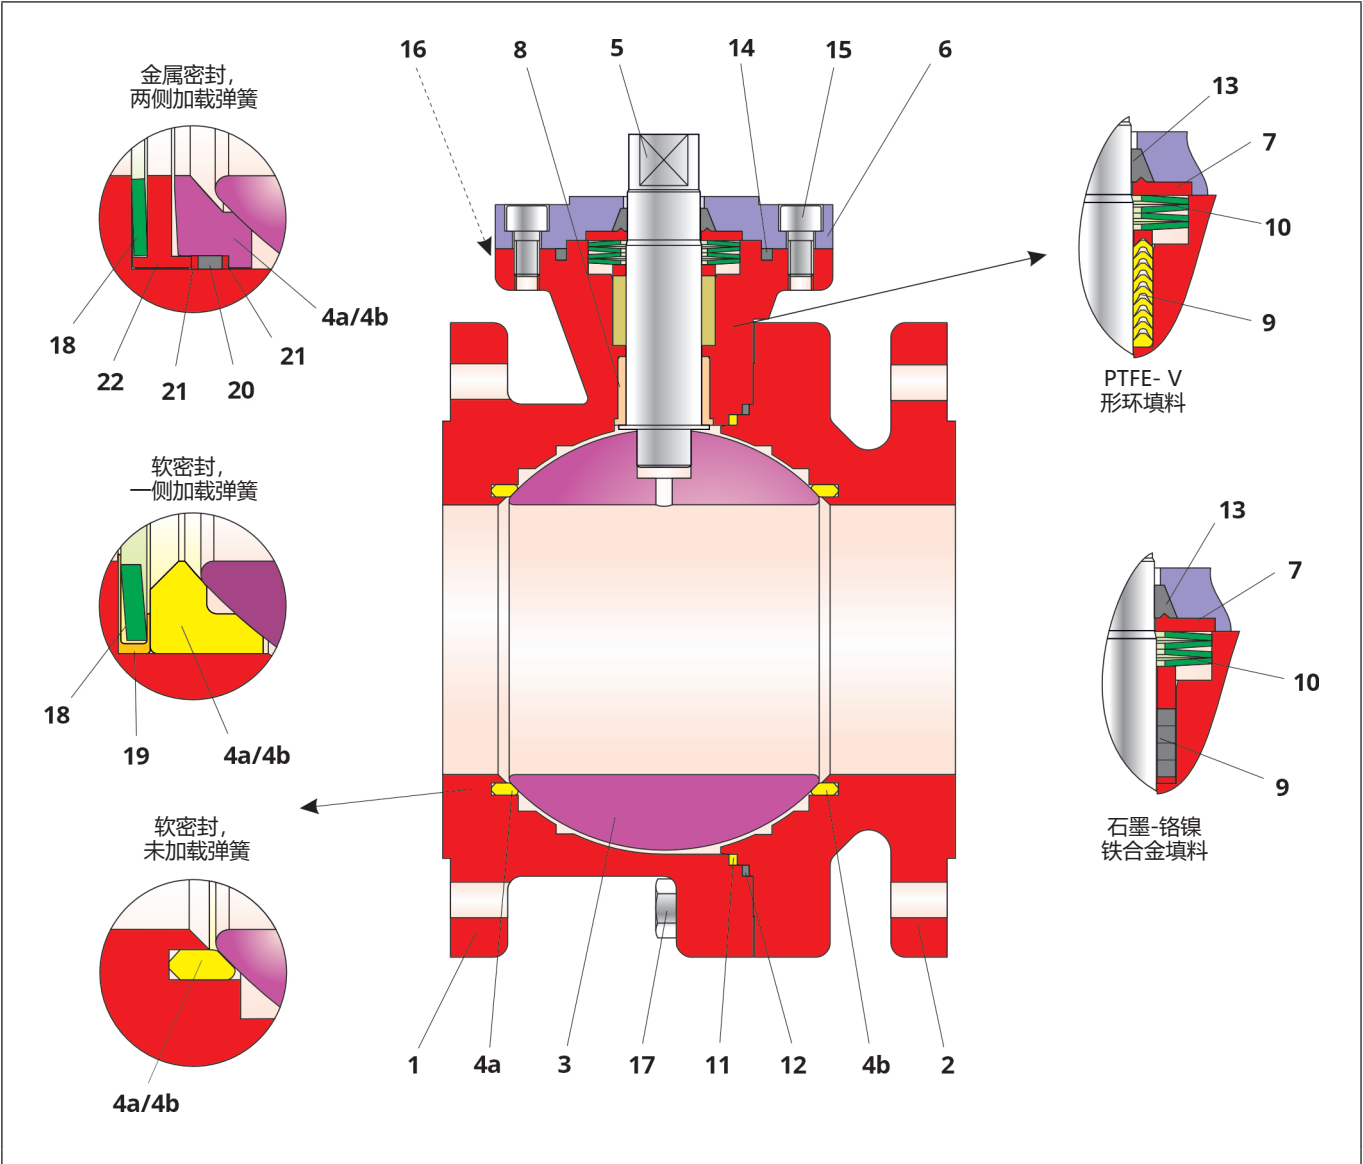

图 3-1： PN 40/cl300 及以下带有浮动阀球的两件式球阀的剖面图
在组装期间必须遵守图 3-1 中所示各个部件的位置和排布。
- ⇒ 以轻微旋转运动推动 V 形环填料 (9) 经过预组装控制轴 (5)，并将其插入主阀体 (1) 的填料空间。有关 V 形环的排布，请参见图 3-1。
- ⇒ 以轻微旋转运动推动 石墨填料 (9) 经过预组装控制轴 (5)，并将其插入主阀体 (1) 的填料空间。有关 V 形环的排布，请参见图 3-1。
- ⇒ 将盘簧组 (10) 放在填料 (9) 上。有关盘簧的排布，请参见图 3-1。
- ⇒ 推动衬套 (7) 经过控制轴 (5)，以使其停靠在盘簧 (10) 上。
- ⇒ 小心向上推动碳石墨环 (13) 经过控制轴 (5)，直抵衬套 (7)。
- ⇒ 将碳石墨环 (14) 插入填料箱法兰 (6) 的沟槽。
- ⇒ 将填料箱法兰 (6) 穿过控制轴 (5) 放到主阀体 (1) 上。
- ⇒ 轻轻润滑螺钉 (15)。
- ⇒ 用螺钉 (15) 均匀调整填料箱法兰 (6) 并以交叉方式拧紧。